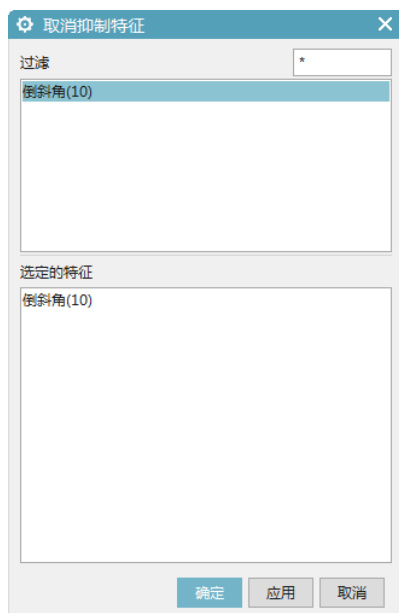
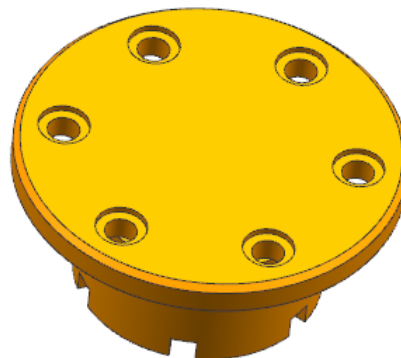

图 1-51 “取消抑制特征”对话框
图 1-52 模型
6. 选择“菜单”→“编辑”→“特征”→“取消抑制”命令或单击“主页”功能区“编辑特征”组中的“取消抑制特征”按钮，打开如图 1-51 所示的“取消抑制特征”对话框。选择上步抑制的倒斜角特征，单击“确定”按钮，抑制的特征重新显示，如图 1-52 所示。